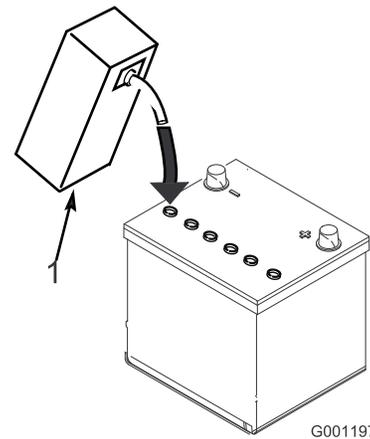

図 10
- 各セルの電極板が液面下 6 mm 程度に水没するまで、電解液を慎重に入れる (図 10)。
注 必要に応じて、電極板が 6 mm 程度水没するぐらいに電解液を補充する (図 10)。